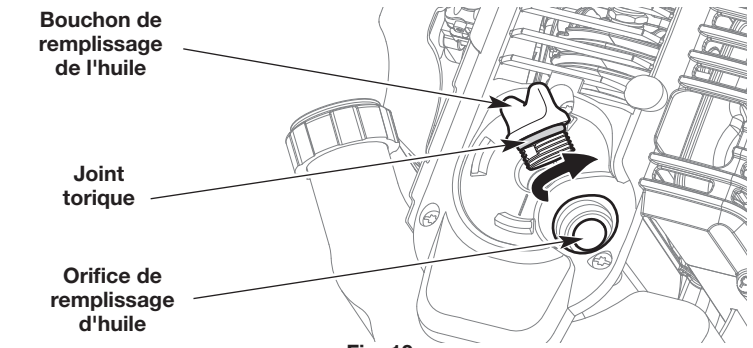

Fig. 10
2. Dévissez le bouchon de remplissage d'huile (Fig. 10).
3. Versez 90 ml (3,04 oz) d'huile dans l'orifice de remplissage d'huile (Fig. 10).
5. Assurez-vous que le joint torique est en place sur le bouchon de remplissage d'huile (Fig. 10).